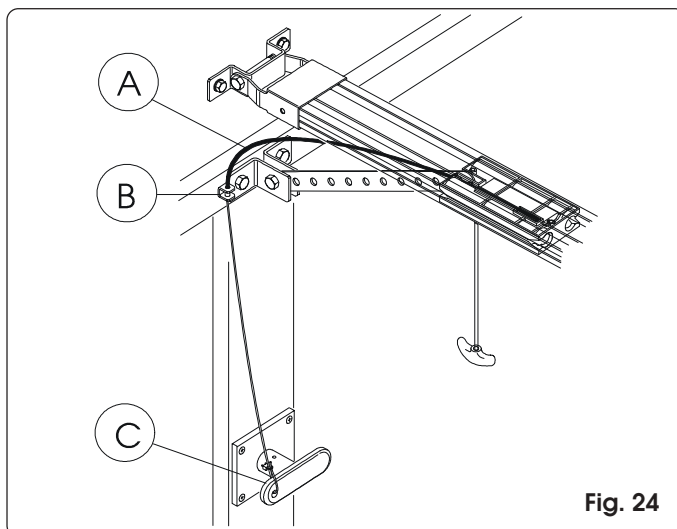

Fig. 24
- 1) Couper la gaine du câble sur mesure (fig. 24 réf. A).
- 2) Enfiler le câble dans la gaine et le faire passer dans l'oeillet de l'attache sur la porte (fig. 24 réf. B).
- 3) Couper le câble sur mesure et l'assembler au levier à l'intérieur de la poignée de déverrouillage (fig. 24 réf. C).